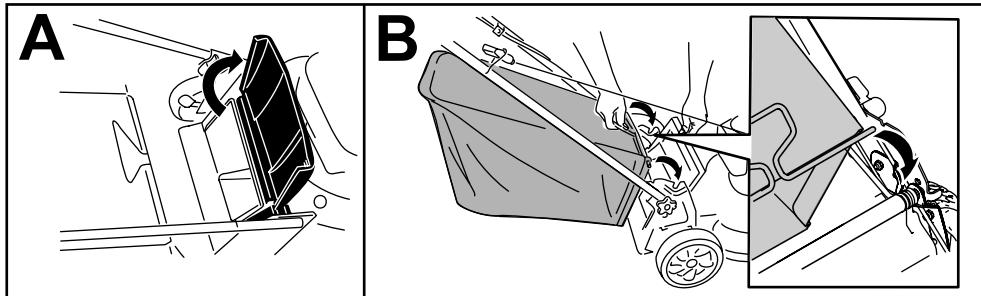

Figura 17
1. Levante y sujeté el deflecto trasero (Figura 17, A).
2. Instale la bolsa de recogida, asegurándose de que los pasadores de la bolsa descansan en las muescas del manillar (Figura 17, B).